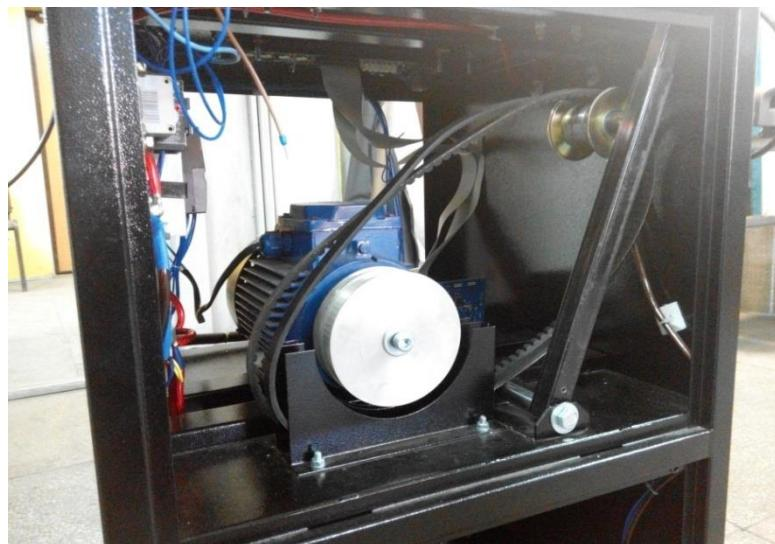

Рисунок 3
- площадка с усилителями для крепления электропривода и механизма натяжения приводного ремня (рисунок 3);
1.4.4 Электромеханический привод (*рисунок 3*) обеспечивает передачу крутящего момента через повышающую ременную передачу от шкива асинхронного электродвигателя (типа АИР) к шкиву ротора испытуемого генератора. Для этого на валу электродвигателя на шпонке установлен универсальный комбинированный шкив для клиновых и поликлиновых ремней. Шкив привода статически сбалансирован.